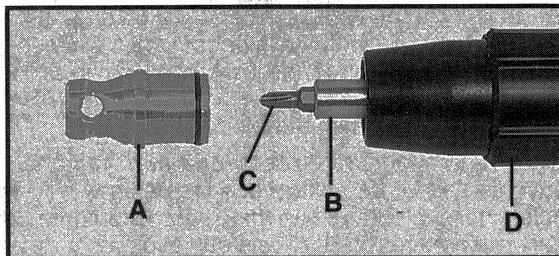

Fig. 2
2. Gire y jale la boca delantera de aluminio, (A) Fig. 2, para sacarla del ensamble de tope de profundidad.
3. Saque la broca adaptadora, (B) Fig. 2. Si es difícil sacarla, jálela con pinzas (alicates). **TOME NOTA:** Se puede jalar la broca, (C) Fig. 2, para sacarla de la broca adaptadora.
1. Mientras jala el collar de ajuste, (D) Fig. 2, en sentido opuesto al impulsor (hacia adelante), deténgalo así y haga el número 2.